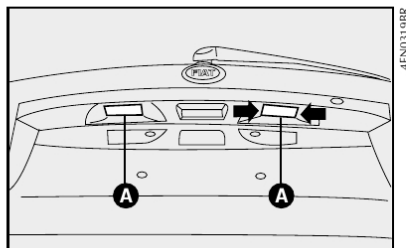

fig. 47
LUZ DE PLACA figs. 47 e 48
1) retirar os refletores **A-fig. 47** utilizando uma chave de fenda nos pontos indicados pelas setas **fig. 47**;